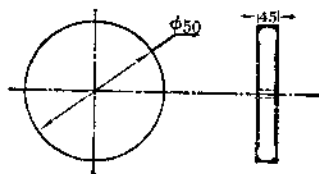

图 9
i. 前轮: 用 $10 \times 50 \times 50$ [毫米]³ 木板二块, 根据木板大小用圆规作圆锯下, 圆心处钻一小孔以备装轴。两只前轮可用刻刀按图 9 所示的侧视图, 把轮胎部分刻出(或粘上橡皮, 模拟轮胎)。